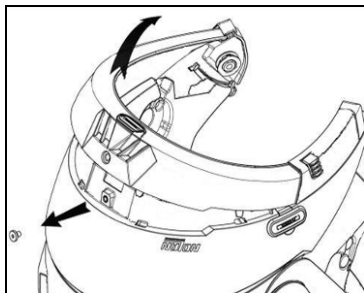

Fig. 1
- Remover o parafuso do rebordo integrado ao capacete usando a chave apropriada (Fig. 1).
- Remover completamente o rebordo integrado conforme ilustrado na Fig. 1, removendo também, desta forma, as almofadas.